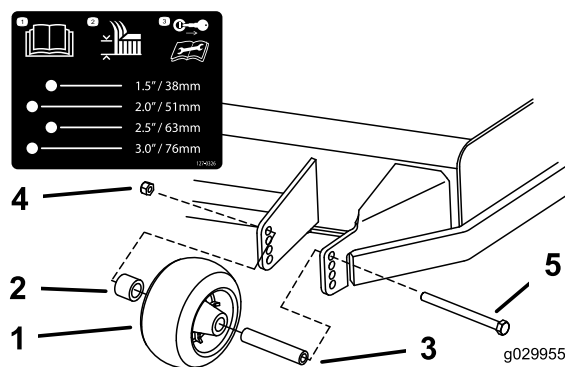
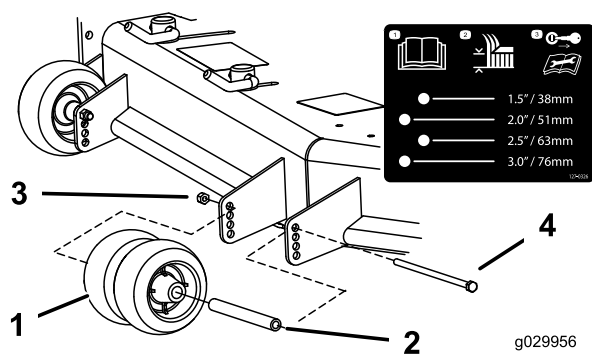
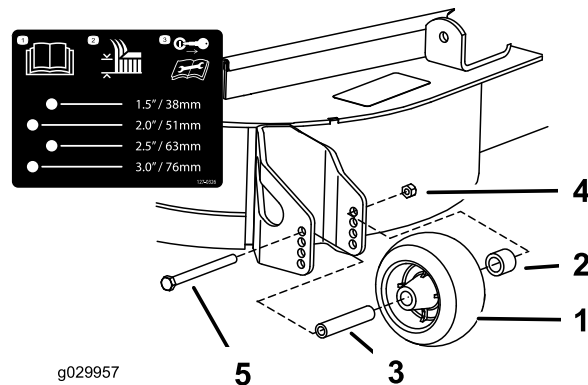

Bild 31
Bild 32
Bild 33
3. Stellen Sie die Antiskalpierrollen ein, wie in **Bild 31**, **Bild 32** und **Bild 33** abgebildet.